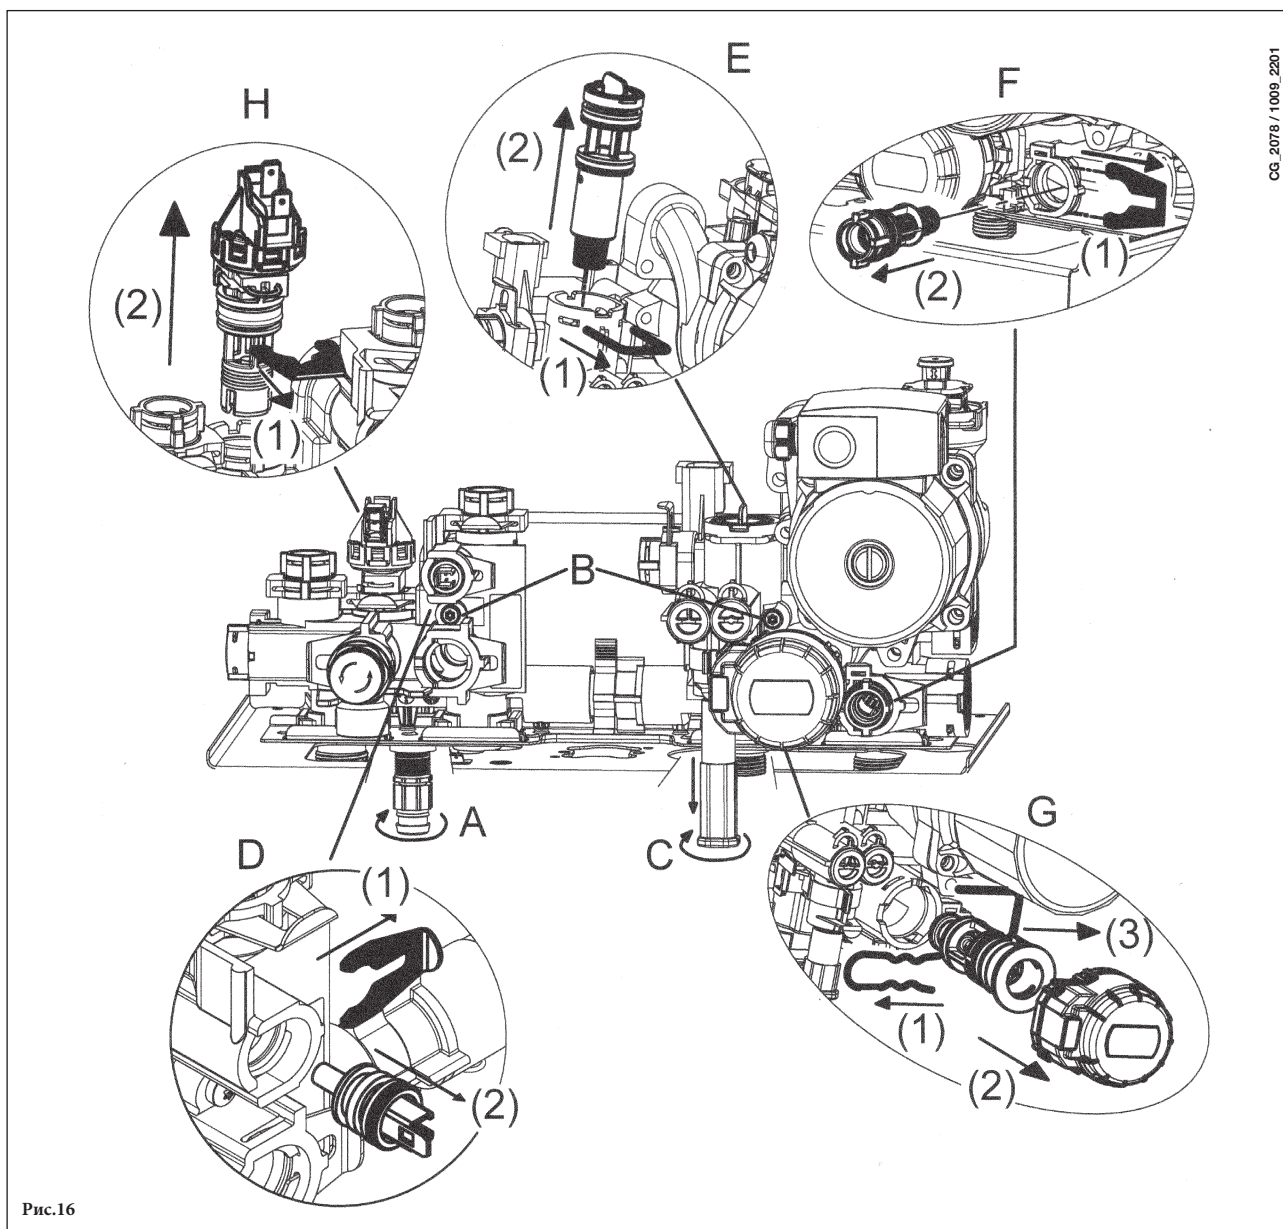

Рис.16
Фильтр на входе холодной воды системы ГВС и фильтр на обратке системы отопления располагаются внутри специальных съемных картриджей. Картридж с фильтром системы отопления располагается на возврате из системы (рис.16 F), картридж с фильтром системы ГВС располагается на входе холодной воды (рис. 16E). Для очистки фильтров действовать следующим образом:
- слить воду из системы отопления, открыв кран А (рис.16);
- для того, чтобы вынуть картридж с фильтром системы отопления, необходимо вначале снять мотор трехходового клапана (1-2G – рис.16);
- Снять зажим 1E (рис.16);
- Снять фильтр (2E рис.16).
При отсутствии специального крана необходимо демонтировать вторичный теплообменник, как описано в следующем параграфе, и очистить его отдельно. Рекомендуем очистить от известкового налета также датчик NTC системы ГВС и место его расположения ( рис.16 D).
- снять два винта (рис. 16В), видные спереди, для крепления теплообменника вода-вода и снять его из гнезда, используя пространство, образовавшееся после снятия реле давления отопления;